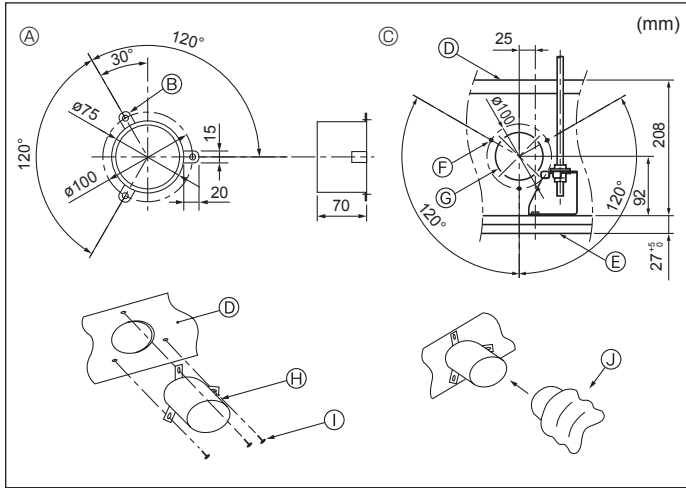

Fig. 2-3
2.3. Deliğin montajı (temiz hava girişi durumunda) (Fig. 2-3)